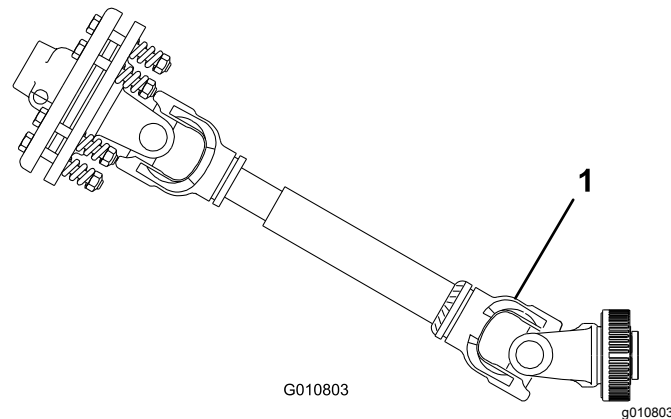

Figura 27
**Importante:** Al conectar la TDF, asegúrese de no elevar el aireador más de lo necesario. Si se eleva el aireador demasiado, se romperán los nudos del árbol de la TDF (Figura 27). No deje nunca la TDF en marcha mientras se eleva el aireador. La TDF puede utilizarse a un ángulo máximo de 25°, pero nunca debe superarse un ángulo de 35° cuando el aireador está en su posición más alta.